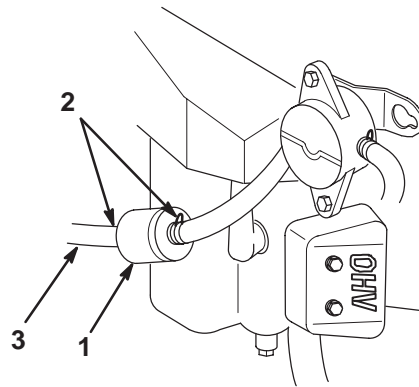

Figure 29
3. Pincez les extrémités des colliers et faites glisser ceux-ci pour les éloigner du filtre (Fig. 29).
5. Posez un filtre neuf et rapprochez les colliers de fixation du filtre (Fig. 29).
3. Desserrez le collier de serrage au niveau du filtre à carburant et repoussez-le le long de la conduite d'alimentation pour l'éloigner du filtre (Fig. 29).
4. Débranchez la conduite d'alimentation du filtre (Fig. 29).
Rapprochez le collier de serrage du filtre pour fixer la conduite d'alimentation (Fig. 29).